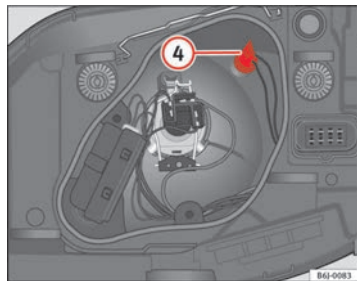

Abb. 143 Standlicht
- Die Fassung ④ ⇒ Abb. 143 herausnehmen.